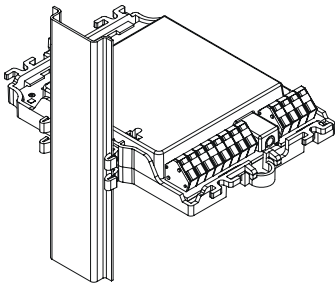

Рис. 1
- На монтажную рейку (рис. 1)
2. Прижмите модуль и монтажные кронштейны к рейке, так чтобы защелкнулись кронштейны (рис. 1).